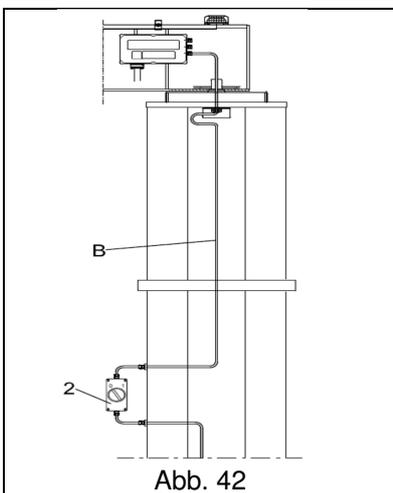

Abb. 42
1. Das Leitungskabel **B** direkt an die Klemmleiste des elektrischen Steuerpults für die Rotation anschließen, indem man es durch die Öffnung des am Arm befestigten Rotationsstiftes führt. (Abb. 42)